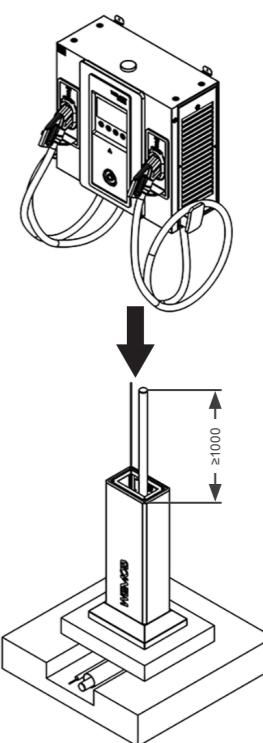

Figura 4.1: Ejemplo de fijación de la estación WEMOB-STATION (60/80 kW) en el tótem - mm
Finalizada la fijación del tótem a la base de concreto, se debe realizar la fijación de la estación de recarga. Esta debe realizarse a través de los cuatro (04) puntos existentes en la misma, utilizando cuatro (04) tornillos hexagonales M6. El par de apriete recomendado es de 10 Nm, de modo que se garantice una fijación segura tanto para la estación de recarga como para el operador, conforme se muestra en la Figura 4.1.